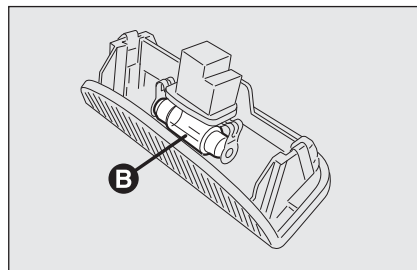

fig. 45
- ❑ sostituire la lampada **B-fig. 45** svincolandola dai contatti laterali accertandosi che la nuova lampada risulti correttamente bloccata tra i contatti stessi;